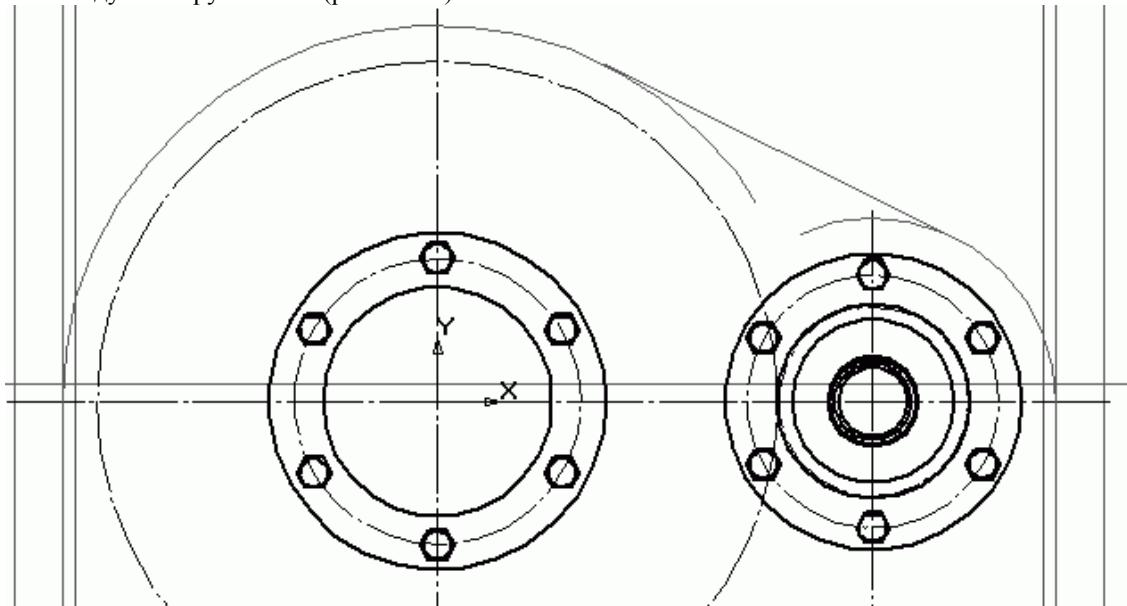

Рис. 2.109. Сетка вспомогательных линий для построения крышки редуктора
1. Нажмите кнопку Дуга на панели Геометрия, на панели свойств установите для нее стиль линии Вспомогательная. Создайте две дуги: первую с центром в начале координат (центр зубчатого колеса), вторую – в центре шестерни. Радиусы дуг задайте равными радиусам кривизны наружной поверхности стенки крышки над колесом и шестерней соответственно. Рассчитывать и вводить эти радиусы вручную нет необходимости. Просто при построении дуг растягивайте их радиус до точек пересечения горизонтальной оси редуктора с вспомогательной линией, обозначающей начало стенки крышки редуктора (это та линия, которую мы сместили на 7,5 мм от внутренней поверхности корпуса), со стороны колеса или со стороны шестерни. Далее нажмите кнопку Отрезок, касательный к 2 кривым на панели Геометрия и по очереди щелкните на обеих дугах (оставьте для них стиль линии Вспомогательная). Система построит отрезок, касательный к двум указанным дугам окружностей (рис. 2.109).